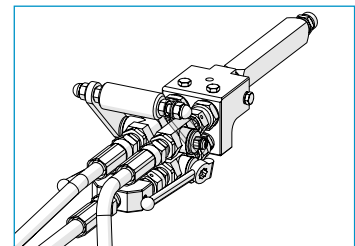

Abb. 16 Anschluss an Mischeinheit
2. Schließen Sie das andere Schlauchende an den Verteiler der Mischeinheit an, s. Abb. 16.